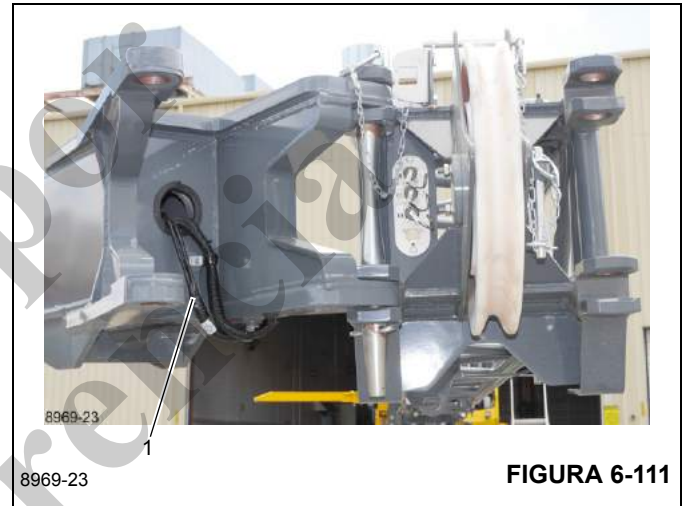

FIGURA 6-111
1. Antes de girar la extensión de extremo en la parte frontal de la extensión base, retire los cables (1, Figura 6-111) del lugar de almacenamiento.